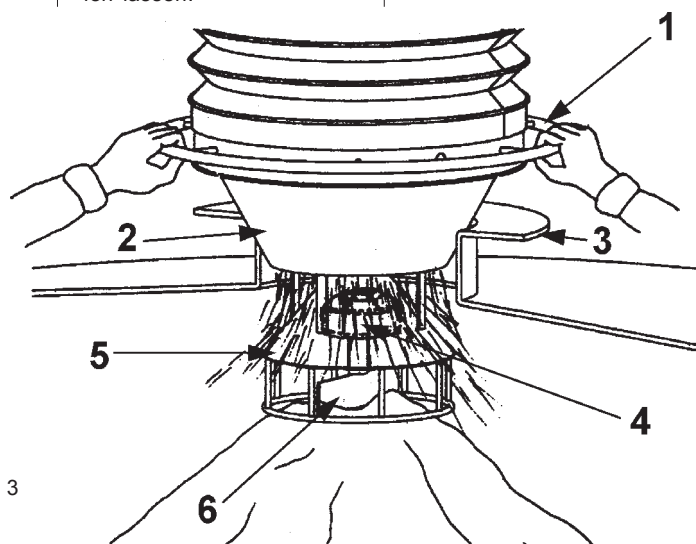

Fig. 3
- Разгрузочный терминал начнет снижаться: ведите его до тех пор, пока не опустится на входной фланец цистерны (рис.3). Эта операция не является необходимой для погрузочных устройств с терминалом для открытых грузовиков. Когда ведете разгрузочный терминал, держите рукоятку крепко обеими руками (поз.1). Это единственный допустимый способ.